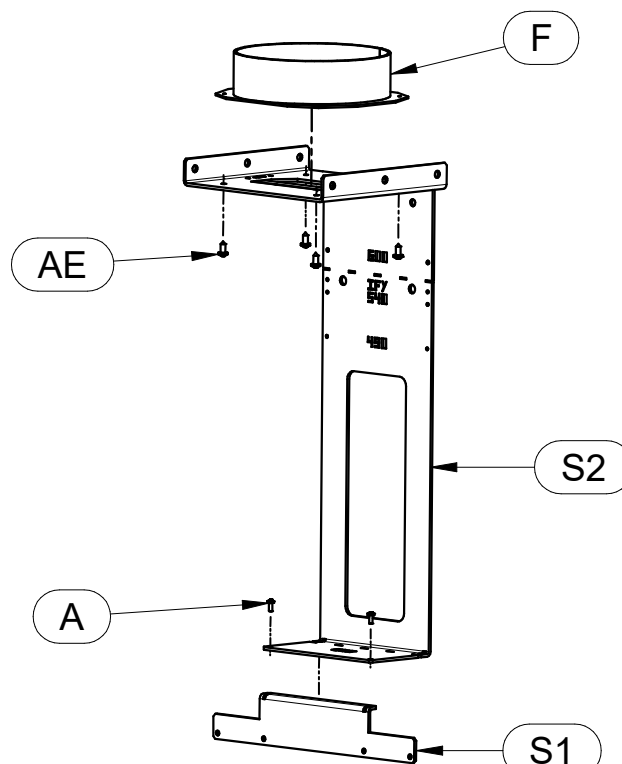

Figura 3
- 2) Coloque el insertable para chimenea sobre la base fija (figura 3).
- 3) A continuación, coloque el insertable para chimenea sobre la base hasta el final de carrera (figura 3).
El panel de mandos puede ponerse en el exterior de la estructura prevista para el insertable para chimenea e instalarse en la pared, puesto que dispone de un cable de conexión. Puede instalarse en el interior de la trampa de carga en el caso en que se compre el "Kit rápido fijo", como se indica en la figura 3.
- Para fijar el panel de mandos dentro de la trampilla es suficiente utilizar los tornillos C1 y C2 (figura 3).